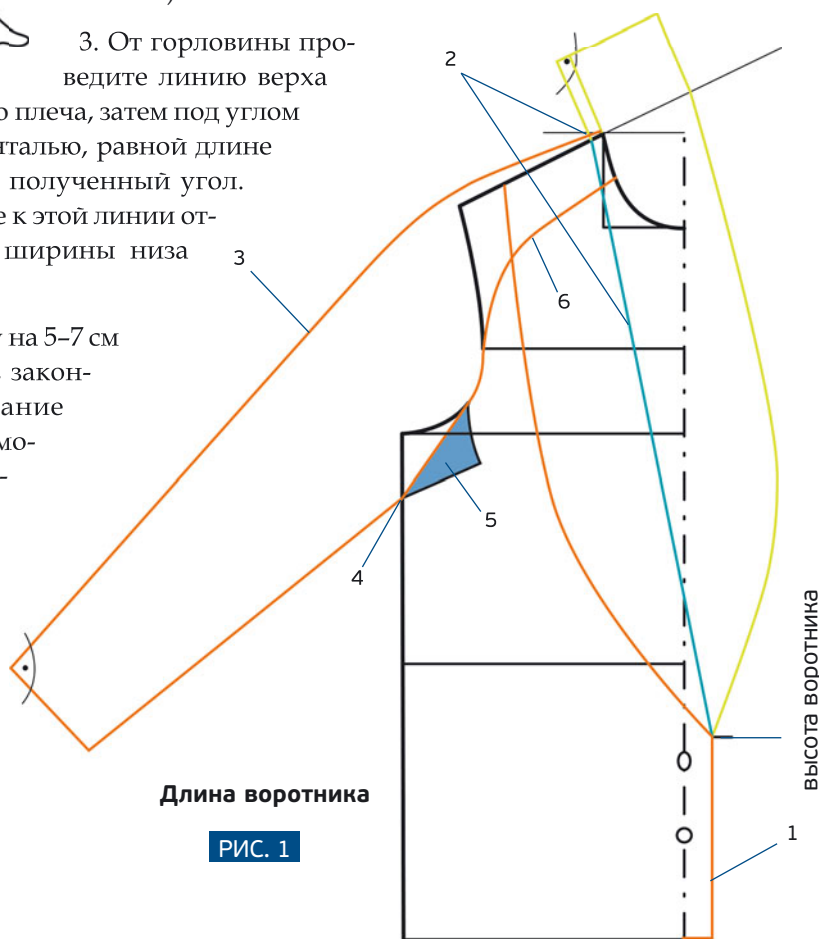

РИС. 1
5. Перечертите полученную деталь в зеркальном отражении (рис. 1, синим цветом).